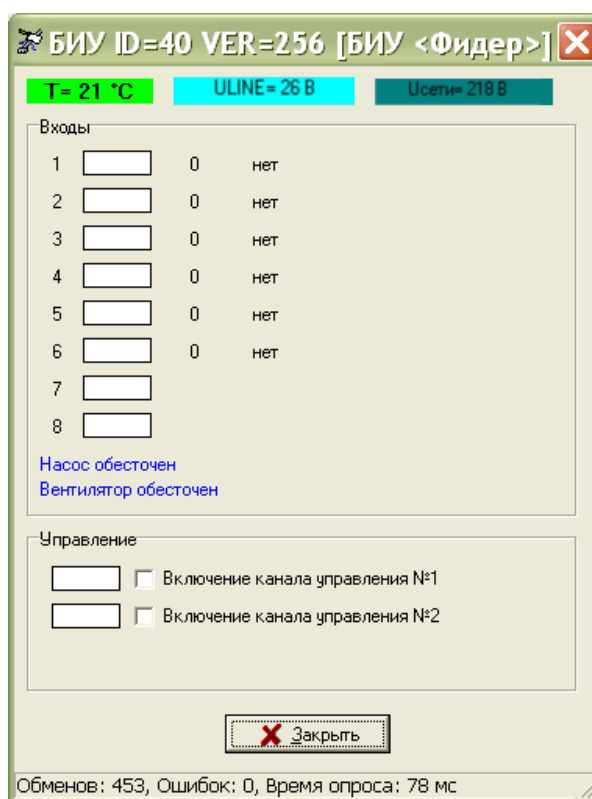

Рисунок 17
4) Выбрать найденный блок БИУ в таблице устройств и нажать кнопку «Тест». Откроется окно с параметрами блока (рисунок 17).
6) Проверить отображение отсутствия входных сигналов 1 – 8 «Нет» в поле «Входы». Снять галочки включения каналов управления в поле «Управление» (рисунок 17).
- 4) Выбрать найденный блок БИУ в таблице устройств и нажать кнопку «Тест». Откроется окно с параметрами блока (рисунок 17).